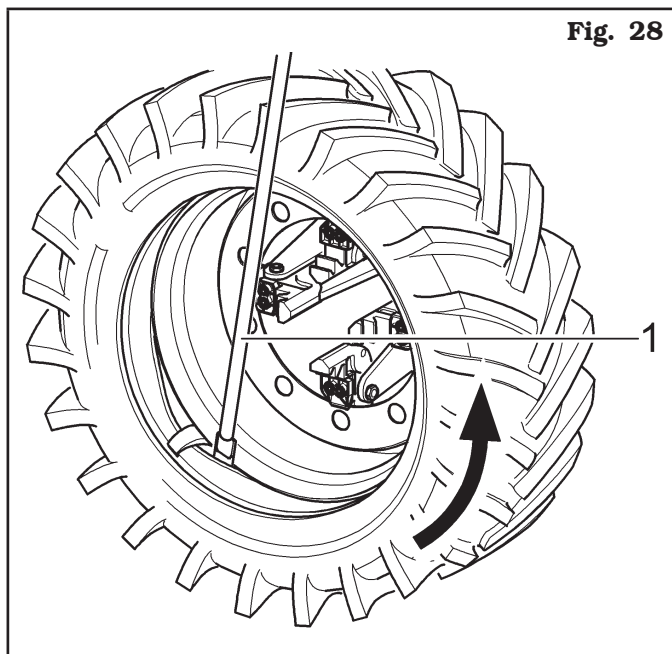

Fig. 28
- Introduire le levier (**Fig. 28 réf. 1**) entre la jante (**Fig. 28 réf. 2**) et le talon (**Fig. 28 réf. 3**) vers la droite de l'outil.
- En maintenant la pression sur le levier baisser la roue jusqu'à amener le rebord de la jante à une distance de 5 mm (0.2") de l'outil à cliquet ; en maintenant le levier enfoncé, baisser la roue jusqu'à amener le rebord de la jante à une distance d'environ 5 mm (0.2") de l'outil à crochet ensuite tourner le mandrin dans le sens inverse aux aiguilles d'une montre, en tenant le levier (**Fig. 28 réf. 1**) enfoncé, jusqu'à ce que le pneu ne soit complètement sorti de la jante.